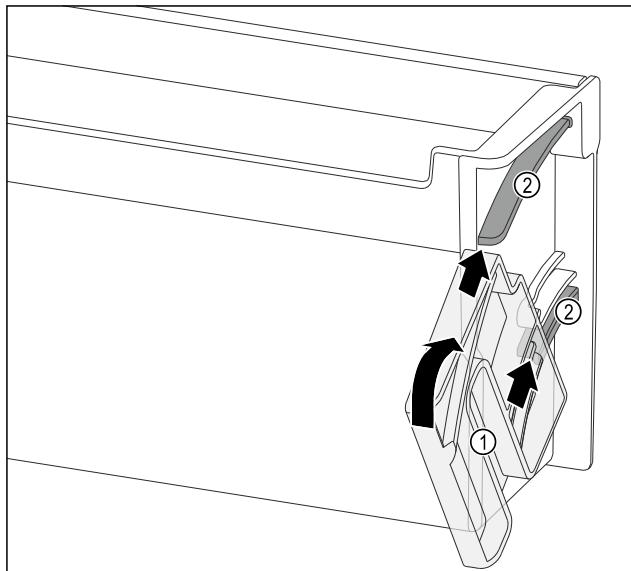

Fig. 119
- ▶ Розташуйте поворотний модуль Fig. 119 (1) так, щоб пази розташовувалися точно навпроти напрямних каналів Fig. 119 (2) дверного лотка.
- ▶ Прокрутіть поворотний модуль Fig. 119 (1) у вказаному напрямку.